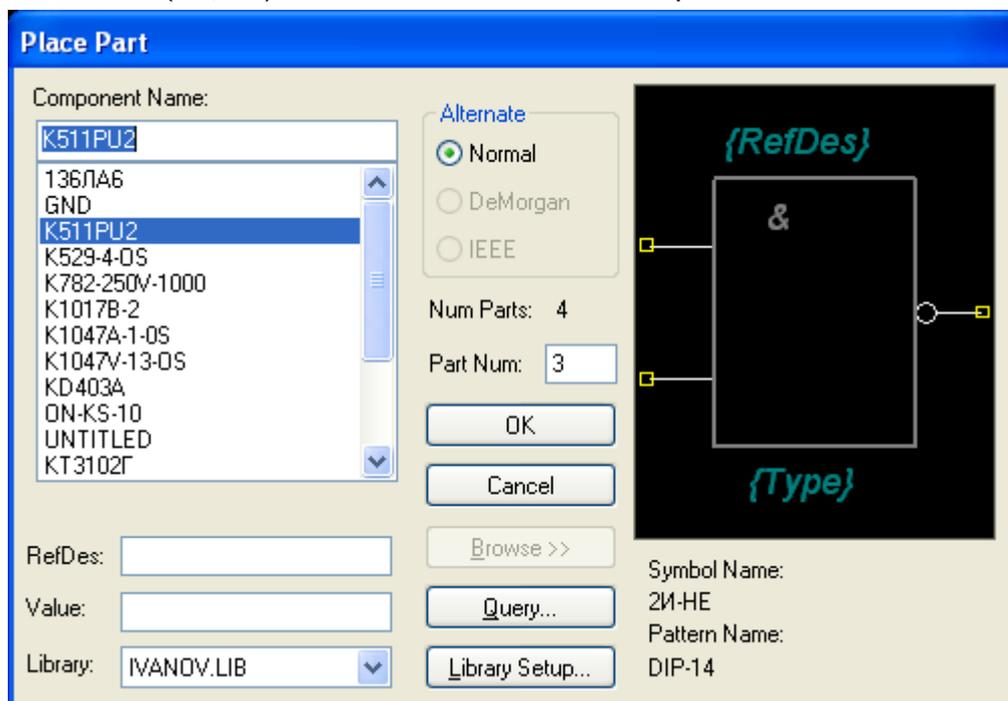

Рисунок 5.13 - Установка 3-й секции ИМС K511ПУ2
- Установить 3-ю секцию **ИМС**. Снова щелкнуть ЛК и в открывшемся окне опять выбрать элемент **К511ПУ2**, но в области **Part Num** теперь задать 3 (рис. 5.13). Для этого щелкнуть ЛК в окне **Part Num** и ввести 3. Нажать на кнопку **OK** и установить на рабочем поле щелчком ЛК 3-ю секцию в точку (50; 120) Щелкнуть ПК.